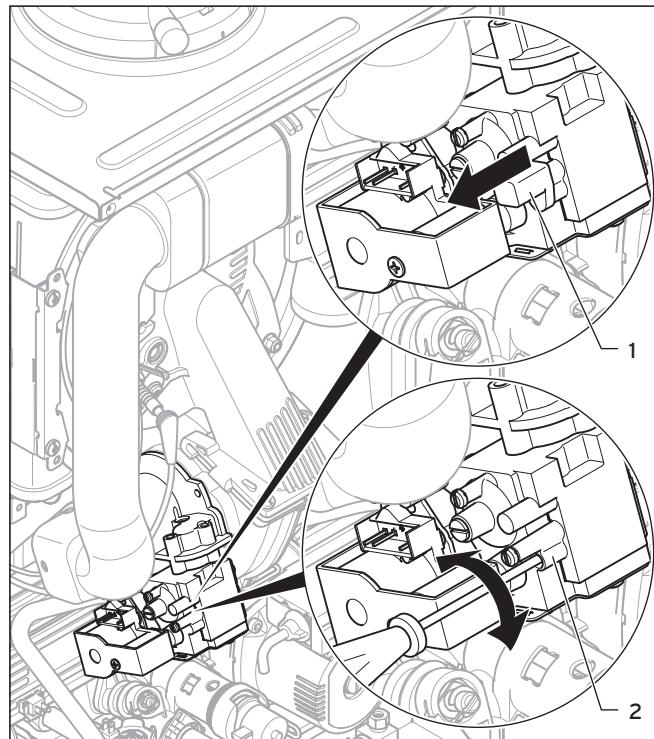

Bild 2.2 Ställ in CO2-innehåll
- Dra av den blå täckkåpan (1).
- När gasen ligger an på anordningen, vrider du skruven (2, bild 2.2) (2,5 mm innersekskant), med utgångspunkt från den aktuella positionen, vid: